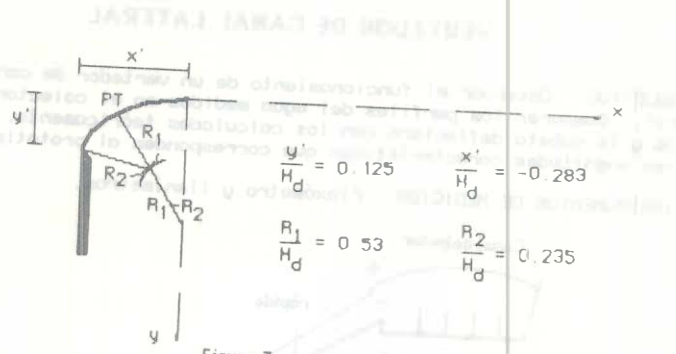

Figura 3.
b. Determine el perfil del cimacio aguas arriba de la cresta como se indica en la figura 3.